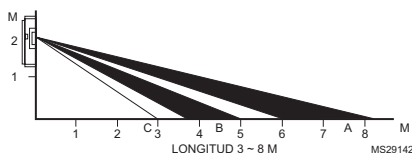

Fig. 1. Vista lateral del patrón de detección de PIR.
**Longitud:** 3 a 8 metros, si se monta a 2 metros por sobre el suelo (consulte la Fig. 1)